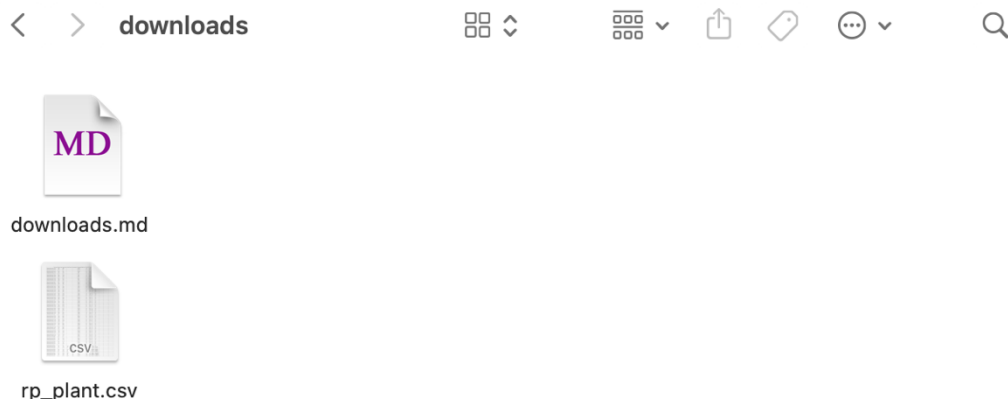

Figura 2.9. Descargas en la carpeta *cno_solar/downloads* del tab *Recurso-Potencia*.
- Se generan archivos según la arquitectura de la planta fotovoltaica (i.e., por inversores y para la planta completa) y se alojan en la carpeta *cno_solar/downloads*. Por ejemplo, observe en la Figura 2.9 un archivo: uno para la planta completa, correspondiente a la adición de la producción de los dos subarrays y escalado según el número de inversores —i.e., uno—.